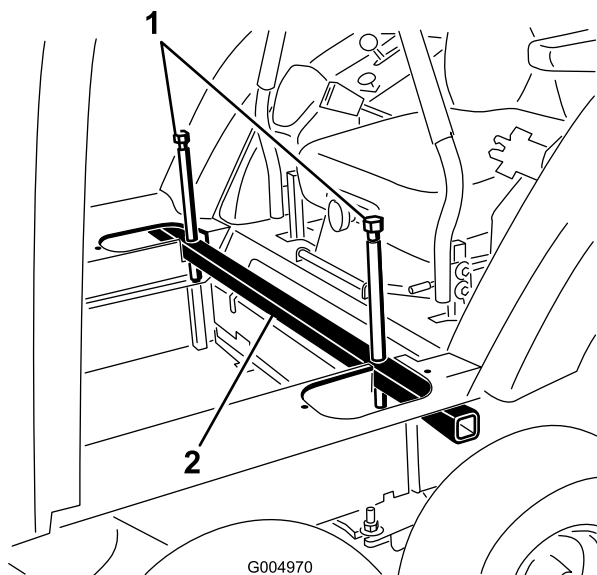

Figura 117
27. Baje la cabina a su posición final aflojando lenta y uniformemente los pernos de elevación en cada lado del tubo de elevación (Figura 117).